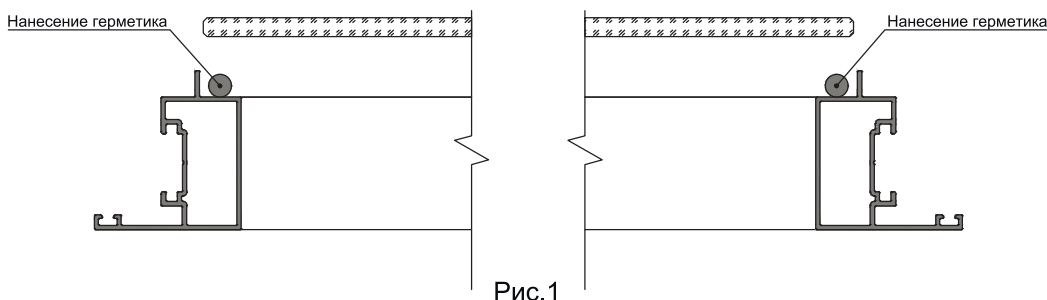

Рис.1
1. Вклейку производить на ровной поверхности. Створку расположить горизонтально, пазом для вклейки стекла вверх. Перед нанесением герметика убедитесь, что поверхность на которую будет наноситься герметик, чистая, сухая и свободна от жира и других загрязнений, которые могут ухудшить адгезию. С помощью монтажного пистолета, в паз по всему контуру створки, нанести в одну нитку силиконовый герметик DOW CORNING 881 (рис.1). При нанесении герметика необходимо обеспечить полное заполнение швов, что бы предотвратить образование воздушных пузырьков! Для предотвращения загрязнения створки и рабочего места, все работы по нанесению герметика выполнять аккуратно. Все загрязнения от герметика необходимо незамедлительно вытирать насухо неоставляющей жирных пятен или ворсинок тканью.